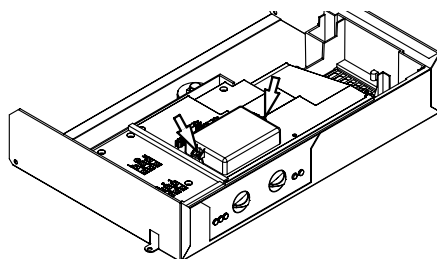

Figura 5.32
- Togliere le due viti indicate in Figura 5.32 e aprire il coperchio della morsettiera collegamento **sonda esterna**.